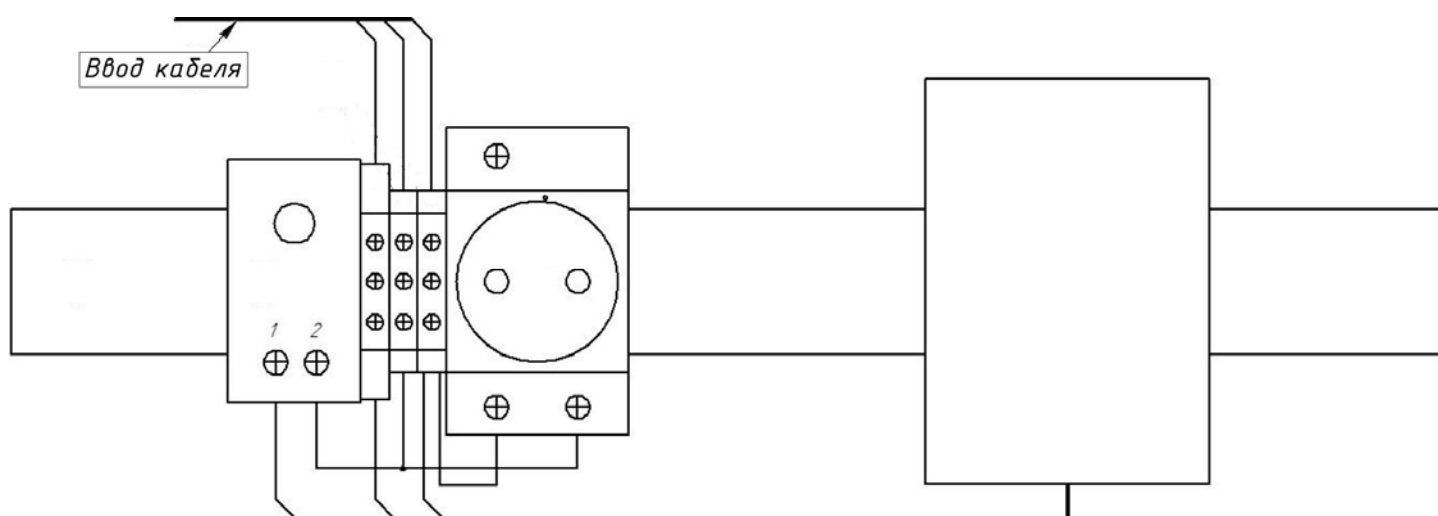

Рисунок 4 Электрическая схема.
5.3. В шкафу имеется комплект терморегулирования, состоящий из: терморегулятора, обогревателя 55Вт, розетки с заземляющим контактом и трёх клеммников (**рис.4**).